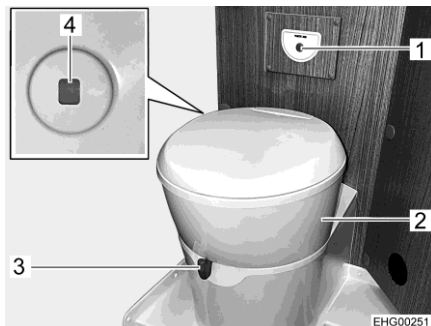

Fig. 104 Toilettes
Il est possible de tourner la cuvette dans la position souhaitée. Saisir pour ce faire le partie supérieur des toilettes (Fig. 104,2) des deux mains et tourner.
L'unité de commande avec le bouton de la chasse d'eau (Fig. 104,1) est positionné à proximité de la cuvette.
L'indicateur de niveau (Fig. 104,4) passe du vert au rouge quand le réservoir pour matières fécales doit être vidé.
- Avant d'actionner la chasse d'eau, ouvrir le curseur des toilettes. Pousser pour cela le levier du curseur (Fig. 104,3) dans le sens inverse des aiguilles d'une montre.
- Pour actionner la chasse d'eau, appuyer sur le bouton bleu (Fig. 104,1).